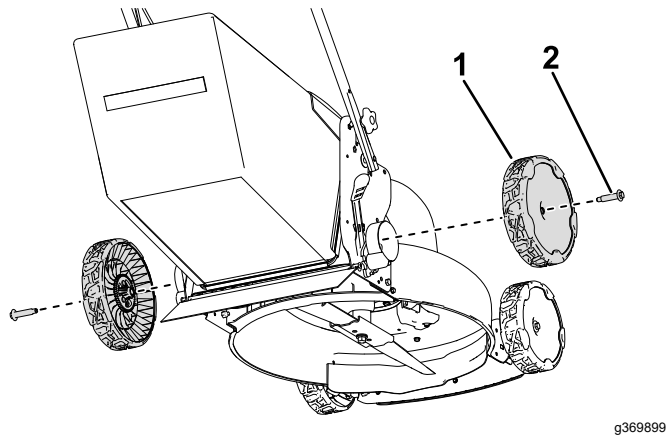

Рисунок 4
1. Прикрепите задние колеса к машине с помощью ранее снятых болтов (Рисунок 4).